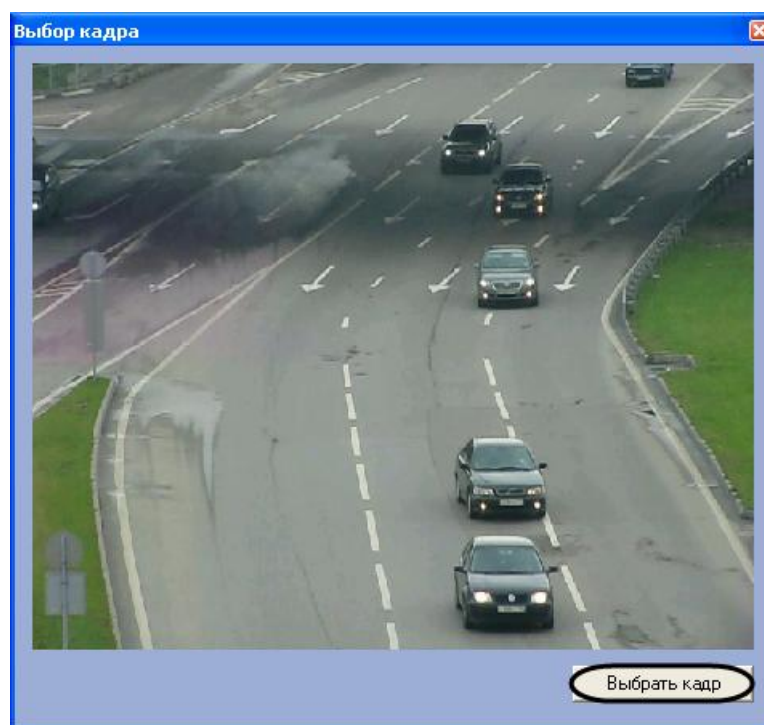

Рис. 7.6-4. Выбор кадра для настройки зоны детектирования
3. В результате выполнения операции откроется диалоговое окно «Выбор кадра» (см. Рис. 7.6-4)
4. Для выбора кадра видеозображения нажать кнопку «Выбрать кадр» (см. Рис. 7.6-4)